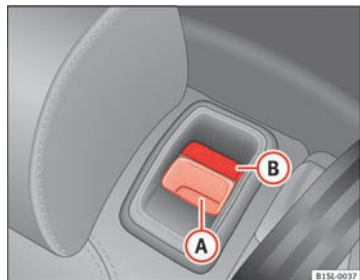

Fig. 67 Bagsæde: udløserknop (A), rød markering (B)
- Træk udløserknappen ⇒ Fig. 67 (A) fremad, og klap samtidig bagsæderyglænet frem.
- Ryglænet er udløst, hvis du kan se en rød markering på knappen (B).